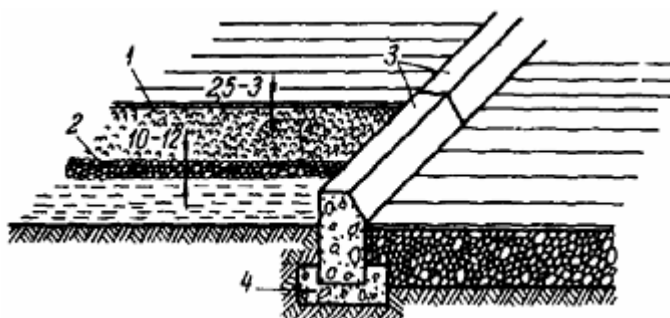

Рис.1. Однослойное асфальтовое покрытие тротуаров
1. Технологическая карта разработана на производство работ по восстановлению 50 м² асфальтовых отмосток, 150 м² тротуаров и 100 м бордюрного ограждения (рис.1).